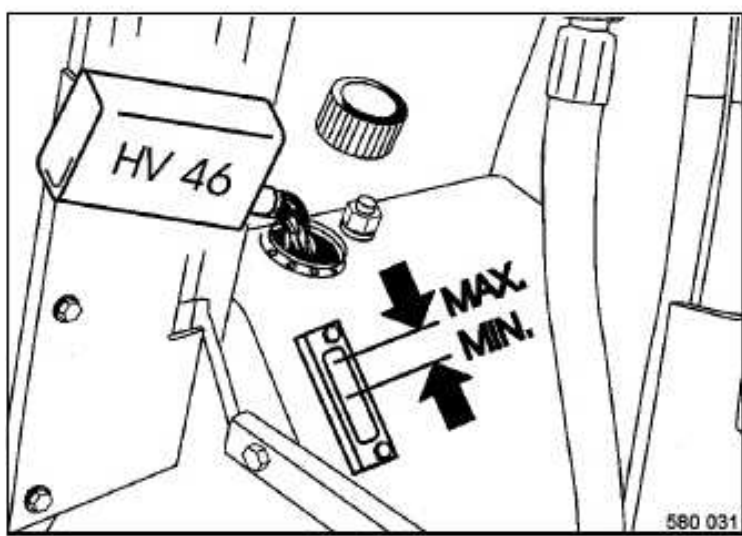

Fig. 98
- Comprobar el nivel de aceite por el cristal de observación situado en el depósito de aceite hidráulico (Fig. 98).